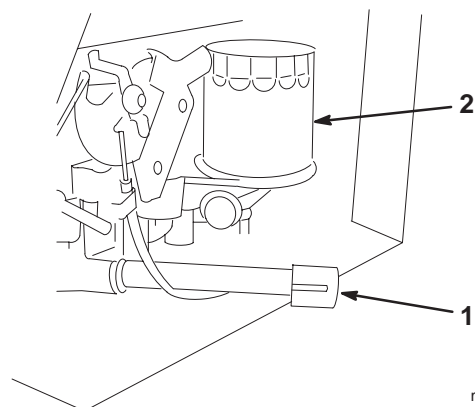

Figure 32
3. Placez un bac de vidange sous l'orifice de vidange. Enlevez le bouchon de vidange (Fig. 32).
5. Nettoyez la surface autour du réservoir d'huile et dévissez le bouchon (Fig. 32).